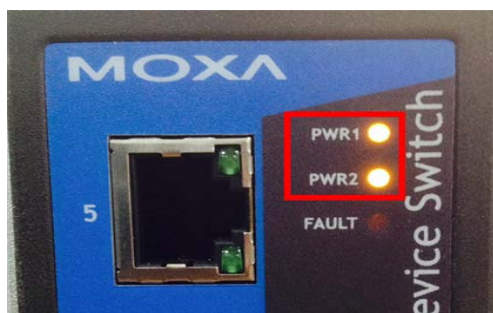

Рис. 14
2.3 В момент присутствия напряжения на обоих вводах питания на передней панели коммутатора будут гореть оба индикатора (Рис. 14)